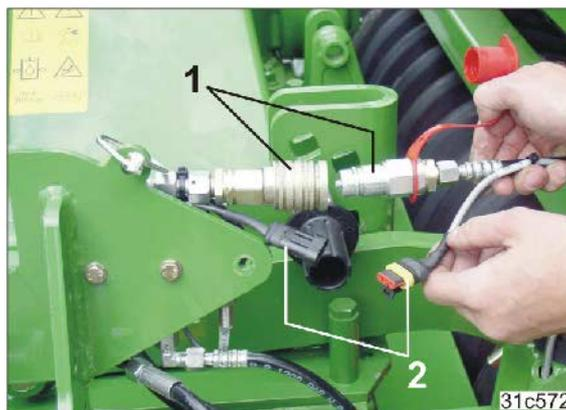

Fig. 101
8. Acoplar las mangueras hidráulicas del disco trazador (Fig. 101/1).
9. Conectar el cable sensor del disco trazador (Fig. 101/2).